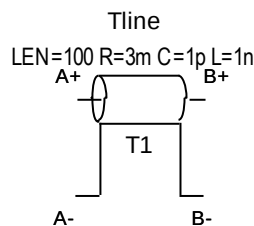

Рис. 5.15 – УГО длинной линии
5.2.6 Длинная линия (Tline) (рис. 5.15)